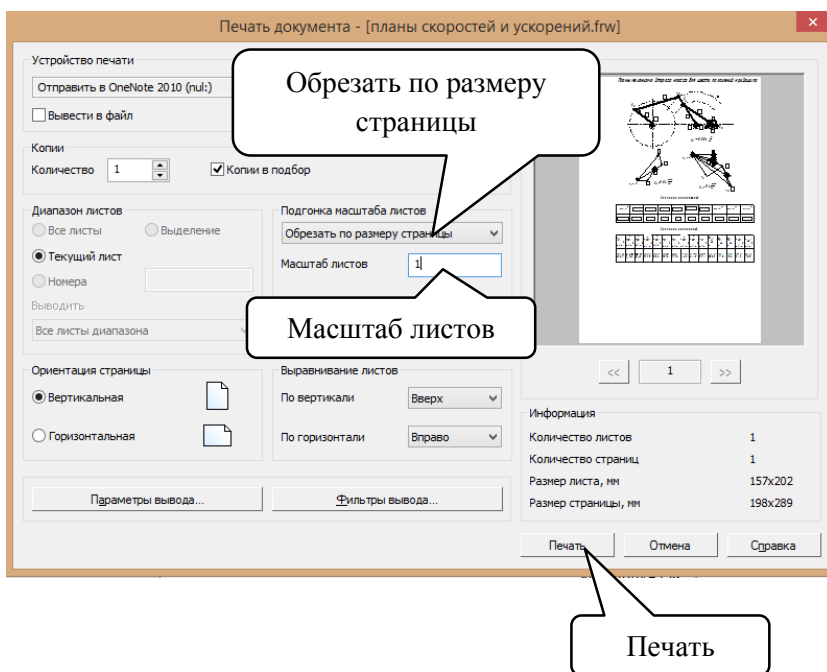

Рисунок 113
4. В окне диалога **Печать** документа (рисунок 113) в списке **Подгонка масштаба листов** выберите **Обрезать по размеру страницы**. В поле **Масштаб листов** впишите 1.
7 В окне диалого **Печать документа** (см. рис. 113) щёлкните на кнопке **Печать**.